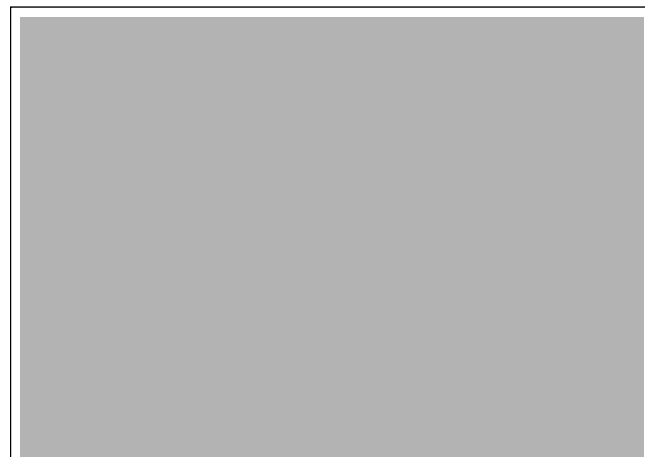

Fig. 5 Cerințe privind apa de umplere pentru echipamente individuale până la 100 kW
- Utilizați exclusiv apă de la robinet netratată (respectați în acest sens diagrama din fig. 5).
Pentru verificarea cantităților de apă admise în funcție de calitatea apei de umplere vă stă la dispoziție diagrama din fig. 5.
- În cazul în care cantitatea necesară de apă de umplere este mai mare decât volumul de apă pe parcursul duratei de viață (→ fig. 5), este necesară tratarea apei. Utilizați în acest scop substanțe chimice, agenți de preparare a apei etc. aprobați de Buderus.